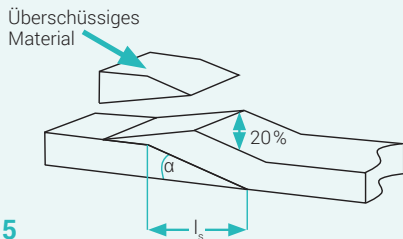

Abb. 5
- Überschüssiges Material so schärfen, dass die Übergangsstelle ca. 20% dicker ist als das ursprüngliche Dichtungsband (Abb. 5).